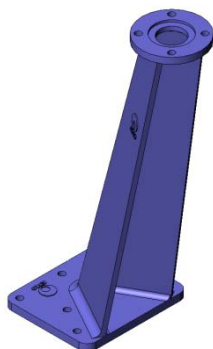

Рис. 9
Управляющая колонна, наклонная (Рис. 9)
- Стандартная колонна имеет высоту 800 мм и может быть прямой либо наклонной (Рис. 9 и 10).